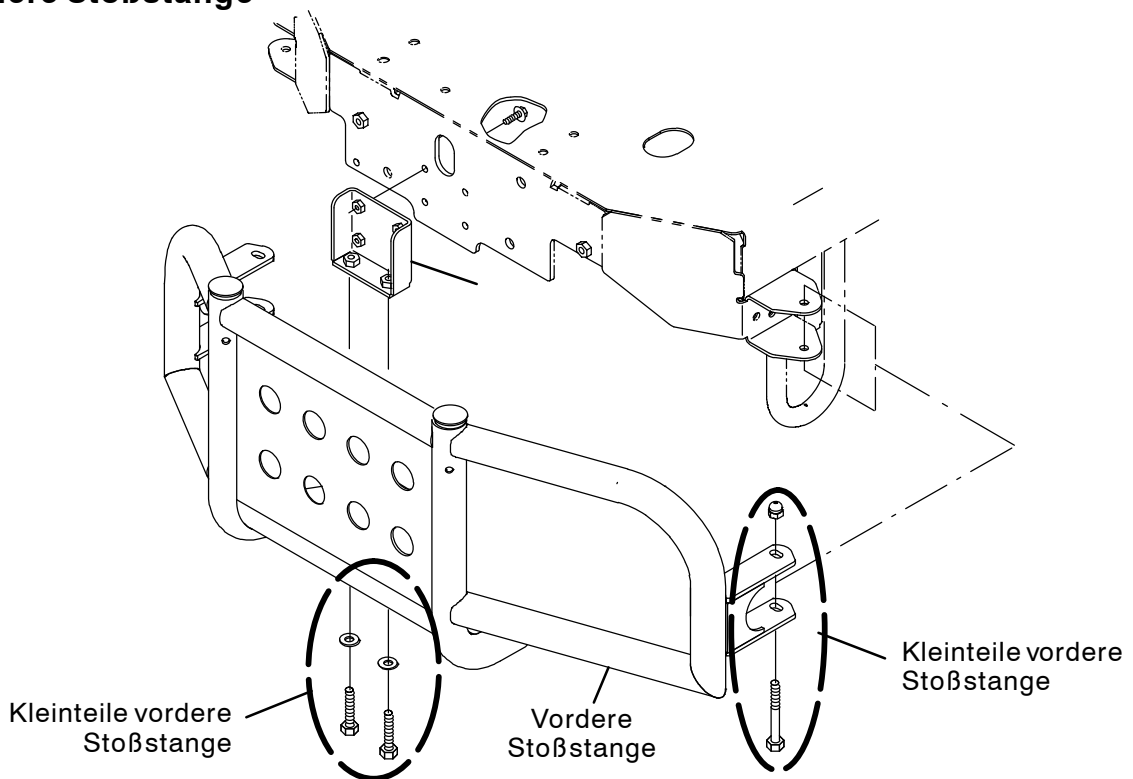

ABB. 1
44. **Machines equipped with Front Bumper Only:** Reinstall the front bumper onto the machine. (Fig. 1)
45. **Machines equipped with Overhead Guard / Front Bumper Only:** Secure the overhead guard assembly to the front bumper. (Fig. 1)
1. **Nur Maschinen mit Fahrerschutzdach und Stoßstange vorne:** Entfernen Sie sämtliche Kleinteile, mit denen das Fahrerschutzdach an der vorderen Stoßstange befestigt ist. (Abb. 1)
2. **Nur Maschinen mit Stoßstange vorne:** Entfernen Sie die vordere Stoßstange von der Maschine. (Abb. 1)